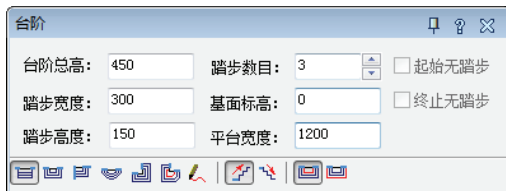

图 13-49 设置参数
- 2) 调用“台阶”命令，在弹出的“台阶”对话框中设置参数，如图 13-49 所示。